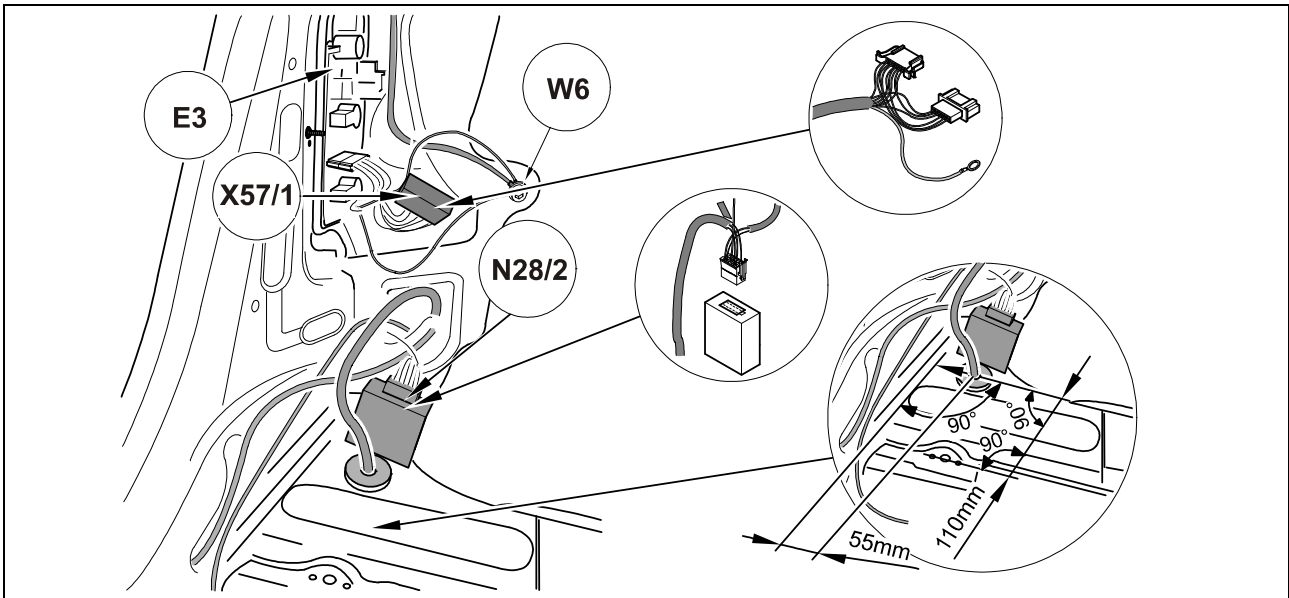

Abb. 4: Stecker
- Blindstopfen für Leitungsdurchführungsloch (1) entfernen. Bei Fahrzeugen ohne Blindstopfen Bohrung Ø 40 mm einbringen. Vermaßung in Abb. 4 beachten!